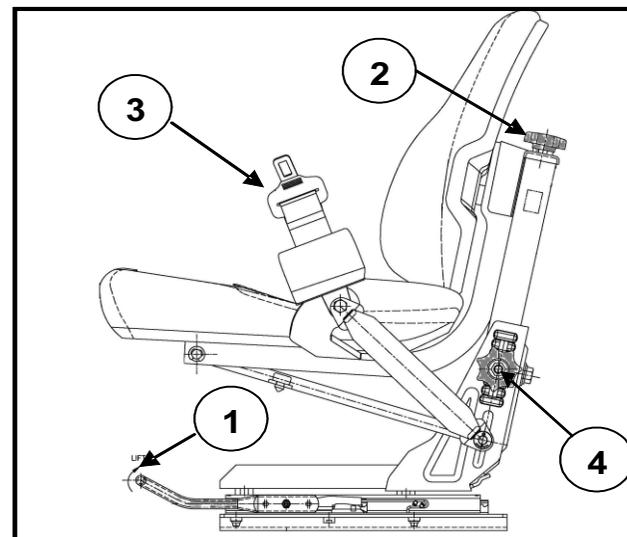

Fig.3-10 (Side view of seat)
Sedište za vozača može se po potrebi podešavati na sledeći način(Fig.3-10).
- ② Koristite sajlu da podesite suspenziju. ④ Koristite sajlu da podesite sedište vertikalno .
- ③ Sedište (Fig.3-10)